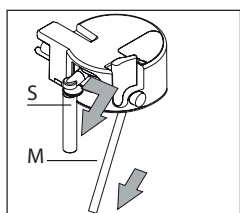

Fig. 45
- ▶ Sfilare il tubo erogazione e il tubo di pescaggio (Fig. 45).